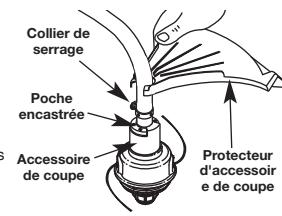

Fig. 2
- Placez le protecteur d'accessoire de coupe sur le corps de l'arbre au-dessus de l'ensemble de bride (Fig. 2).
- Enfoncez le protecteur d'accessoire de coupe sur le haut de l'accessoire de coupe puis tournez-le jusqu'à ce que les trous à vis soient alignés et que le protecteur s'emboîte dans la poche encastrée (Fig. 2).